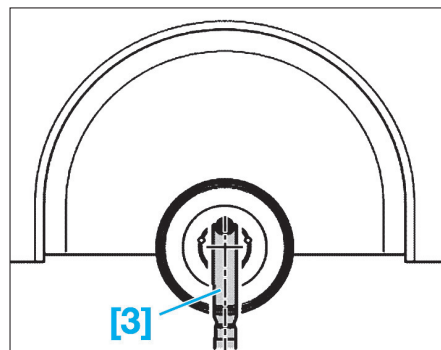

FIG. 10
- Poser les outils [2] et [3] afin de maintenir en position le moyeu (Fig.10).